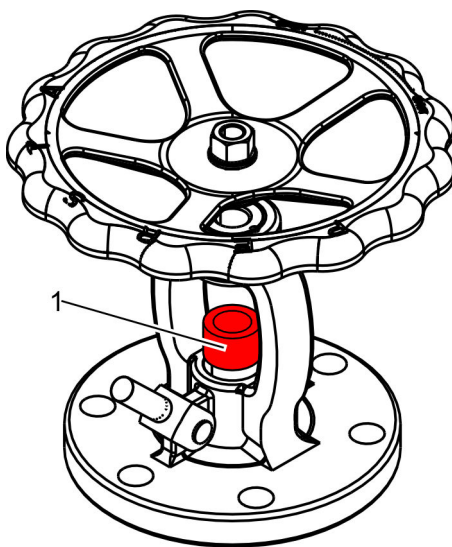

Abb. 32: Stopfbuchselemente entfernen
- 21. ▶ Stopfbuchselemente (Abb. 32/1) mit Packungszieher entfernen.